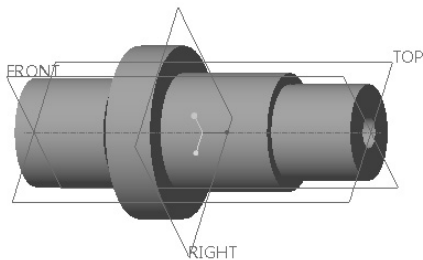

图 6-123 原始实体模型
1) 单击 (打开) 按钮，弹出“文件打开”对话框。从随书光盘中的“CH6”文件夹中选择“bc_djtz.prt”文件，单击“打开”按钮。该文件中存在的原始实体模型如图 6-123 所示。